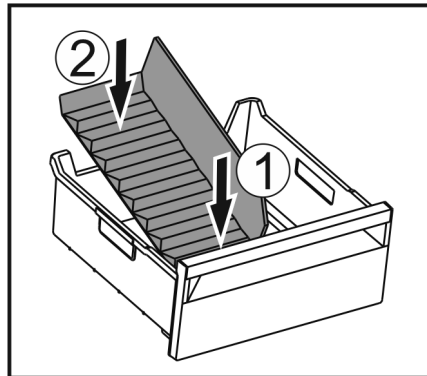

Fig. 154
- ▶ Вставити передню частину перегородки відділення для льоду. Fig. 154 (1)
- ▶ Опустити задню частину перегородки відділення до дна ящика для кубиків льоду. Fig. 154 (2)